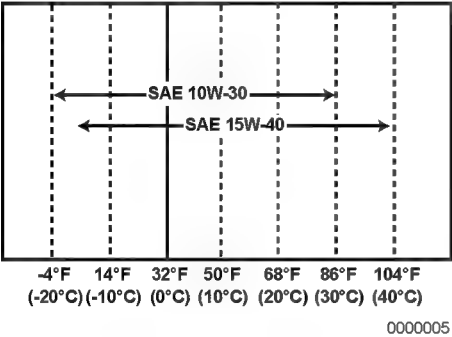

Figure 3
- *Sélectionnez la viscosité de l'huile selon la température de l'air ambiant où le moteur sera utilisé. Reportez-vous au Tableau de viscosité du SAE (Figure 3).*